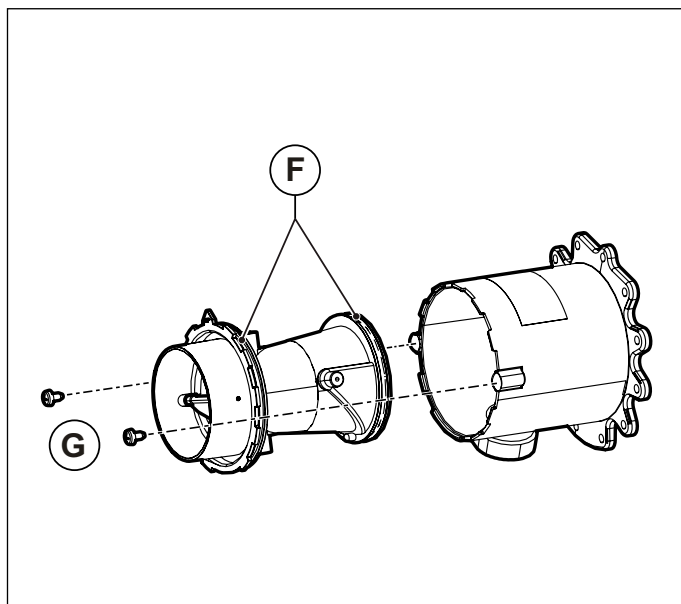

Fig. 34 Cuerpo de plástico del mezclador
- Extraer el cuerpo de plástico del mezclador desatornillando los dos tornillos de fijación **G** (ver Fig. 34 Cuerpo de plástico del mezclador).
- Atornillar el cuerpo de plástico en el mezclador con los tornillos de fijación **G**, prestando atención a no dañar las juntas tóricas **F** y respetando la orientación de montaje (ver Fig. 34 Cuerpo de plástico del mezclador y Fig. 35 Orientación de montaje).